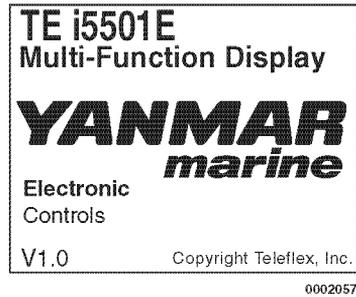

Abbildung 2
4. Batterieschalter auf ON schalten. Im Display wird ein Bildschirm (Abbildung 2)